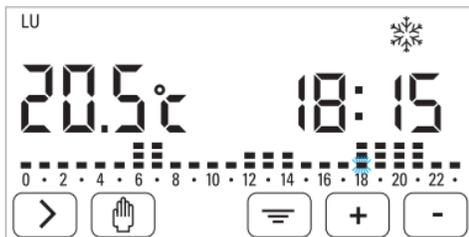
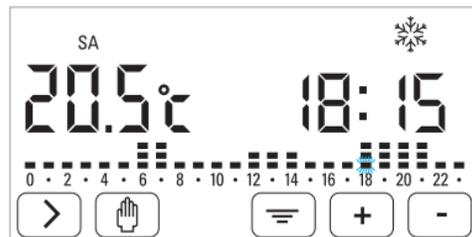

fig. 12
fig. 13
4.3 Programma di Raffrescamento per i giorni da Lunedì a Venerdì fig.12 e per il Sabato, Domenica fig. 13;